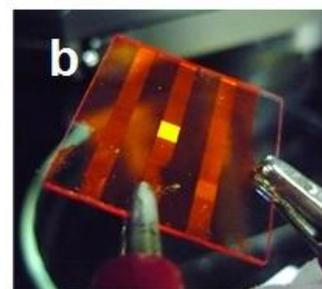

図 3 導電性高分子 (MEH-PPV) の配向膜の EL。電気を流すことで、赤く発光している (偏光もしている)。
- 配向膜に電気を流すと発光（図3）。しかも発光は偏光を示した。